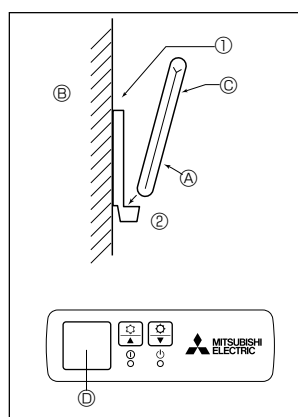
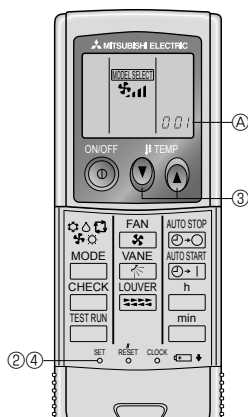

Fig. 6-5
Fig. 6-6
2) Installationsmetod (Fig. 6-5)
① Montera fjärrkontrollens hållare på önskad plats med de två gängskruvande skruvarna.
② Placera fjärrkontrollens undre del i hållaren
3) Inställning (Fig. 6-6)
① Sätt i batterier.
② Tryck på SET-knappen med ett vasst föremål.